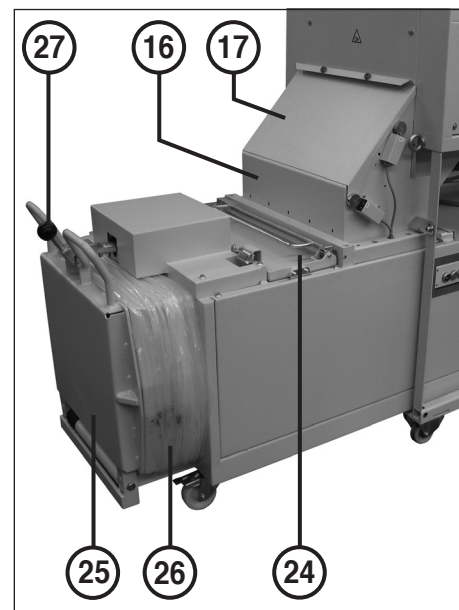

fig. 7
No caso de um accionamento permanente deste botão (conservá-lo premido durante pelo menos 2 segundos), o punção de pressão retrocede um pouco, e a alavanca de fecho (27) (fig. 7) avança um pouco (descarga de pressão na válvula de extracção).